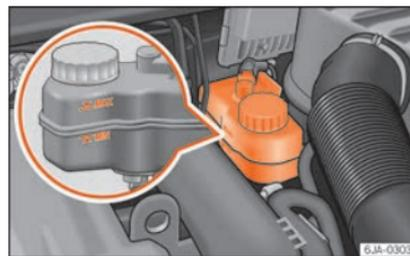

Abb. 246 Motorraum: Bremsflüssigkeitsbehälter
- Prüfen Sie den Bremsflüssigkeitsstand am Behälter » Abb. 246. Der Stand muss zwischen den Markierungen „MIN“ und „MAX“ liegen. »